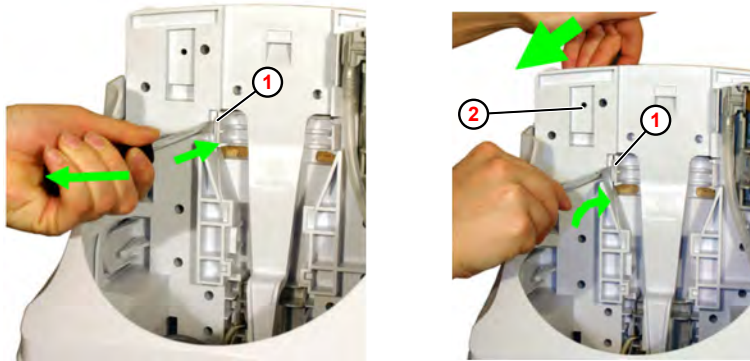

Fig. 23: Estrazione dal supporto (rappresentazione EcoPlus S)
- 1.** Posizionare il grande cacciavite a taglio (Fig. 23 , ①) (lama larga!) tra l'elemento a scatto e la parete posteriore del dispositivo.
- 2.** Ruotare il cacciavite a taglio finché non si apre l'elemento a scatto ed estrarre il dispositivo ② tirando con la mano in avanti.